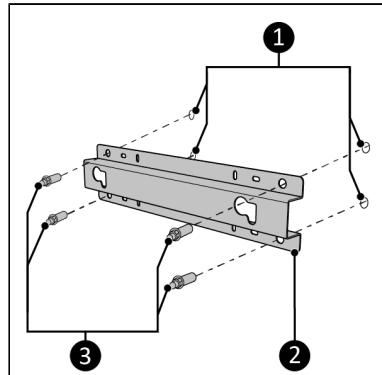

Figure 128.
1. Așezați suportul de perete (Figure 128, poz. 2) pe perete și marcați cele patru găuri (Figure 128, poz. 1). Asigurați-vă că plasați suportul în poziție verticală (consultați eticheta „Această parte în sus” de pe suport).
4. Fixați suportul de perete cu cele patru piulițe (Figure 128, poz. 3).